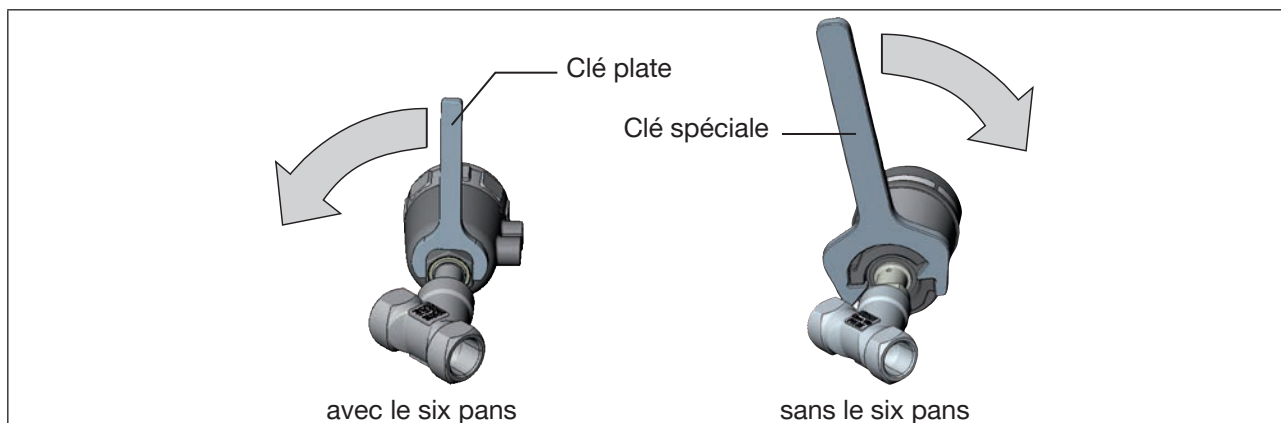

Figure 29 : Tourner avec une clé spéciale / clé plate
- Tournez le module actionneur uniquement dans le sens prescrit (voir « Figure 29 »).